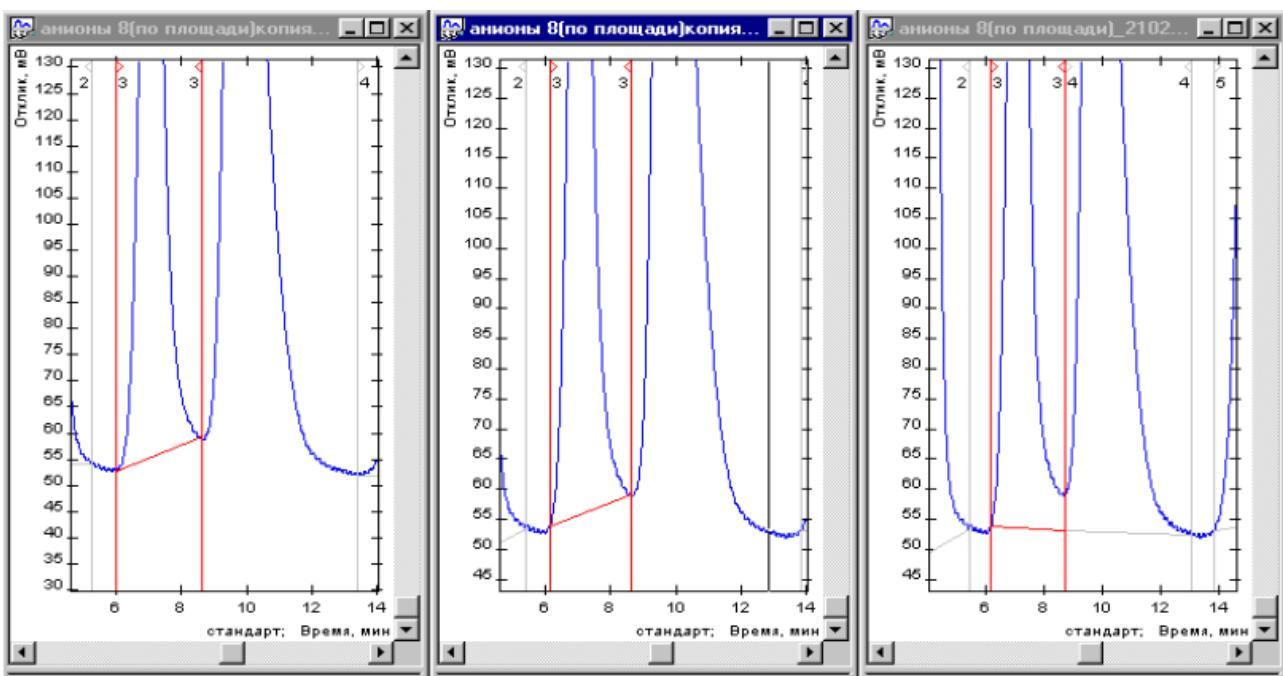

Рис. 56: 1) Исходная разметка; 2) Обозначение границы неразделённого пика; 3) Результат.
- Отметьте границу неразделённого пика (Рис. 56).